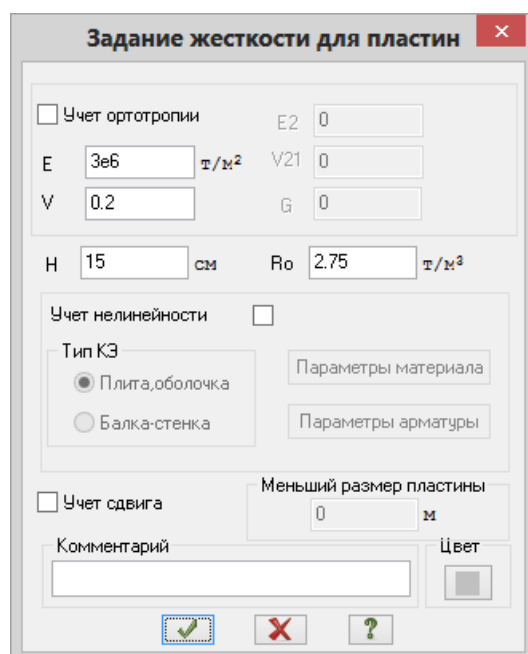

Рис.2.9. Диалоговое окно **Задание жесткости для пластин**
- В диалоговом окне **Задание жесткости для пластин** задайте параметры сечения **Пластины** (рис.2.9):